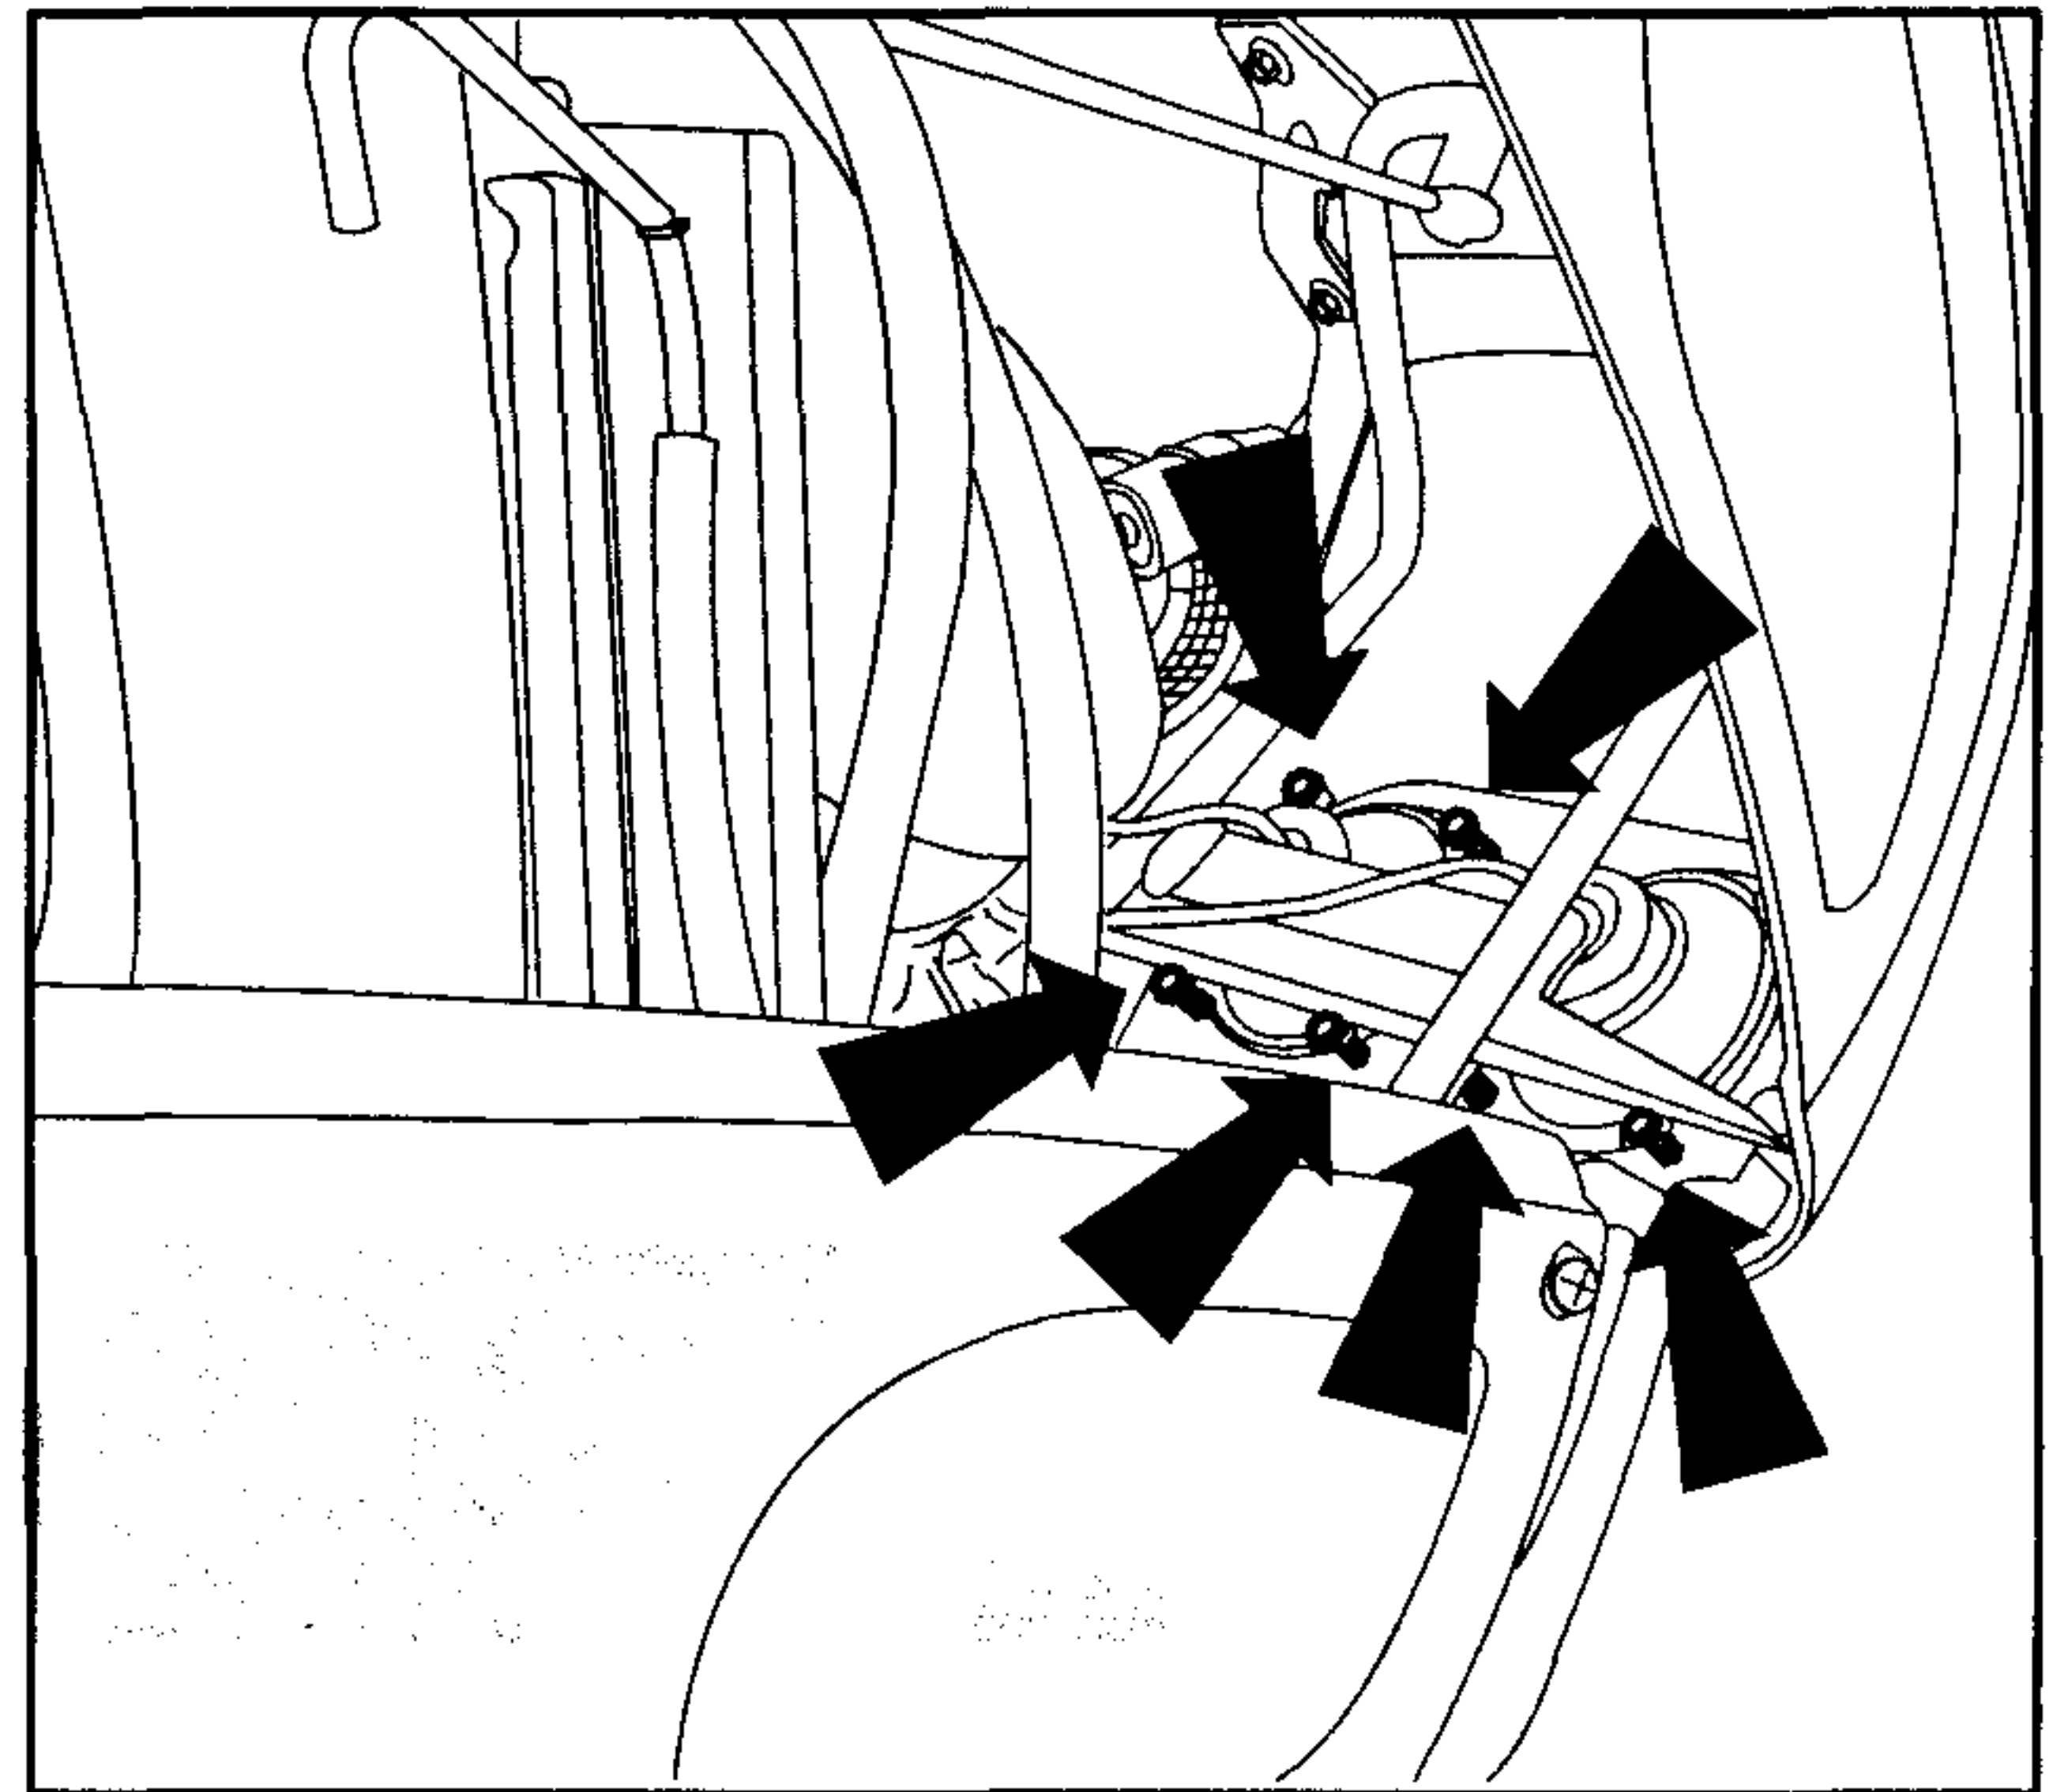

Fig.5-44
Control orientación faros (Fig. 5-44 y 5-45)
- Para eventuales regulaciones usar los correspondientes tornillos de regulación (Fig.5-44).